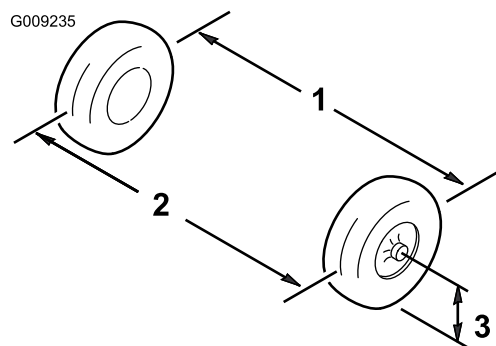

Figura 50
- Măsurai distanța dintre anvelopele din față la înălțimea axei atât la partea din față, cât și la partea din spate a anvelopelor față (Figura 50).